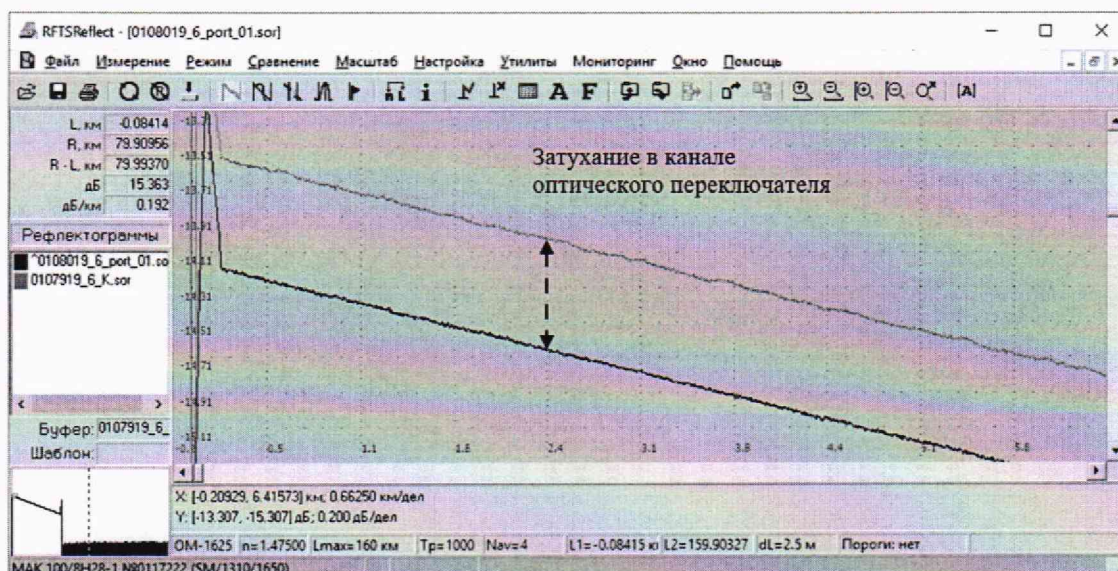

Рисунок 14
- к) по экрану ПК определить разность между уровнями рефлектограмм, применив увеличение масштаба по горизонтали и вертикали (см. рисунок 14). Эта разность является затуханием в канале порта оптического переключателя;